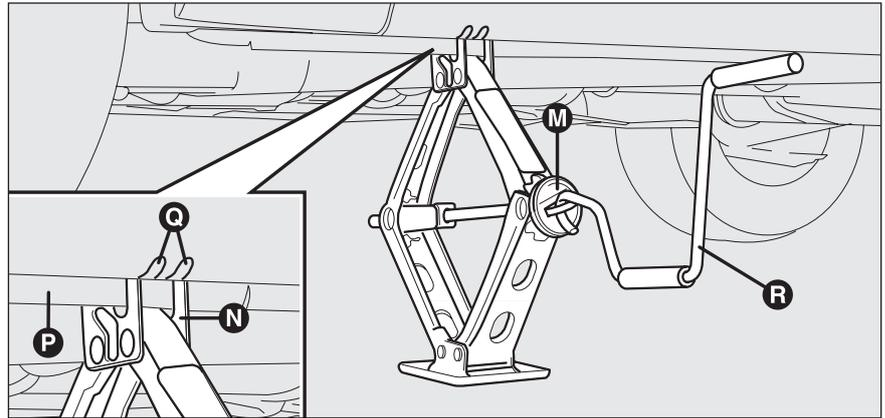

fig. 6
- accione el dispositivo **M**-fig. 6 para abrir el gato hasta que la ranura **N** en la parte superior del gato se introduzca correctamente en el perfil inferior **P** ubicado en el chasis en correspondencia a la indicación **Q** (a unos 72 cm del centro de la rueda delantera, o bien, a 75 cm del centro de la rueda trasera);
- introduzca la manivela **R**-fig. 6 para permitir accionar el gato y levante el coche hasta que la rueda se alce del suelo de algunos centímetros;
- accione la manivela **R**-fig.6 para bajar el coche y quite el gato;